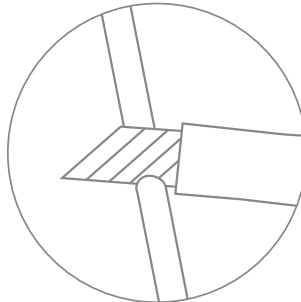

Рис. 8
2. Разрежьте трубку из комплекта поставки (рис. 8) на две части. Срез должен быть только под прямым углом, ровным, без зазубрин и волн.